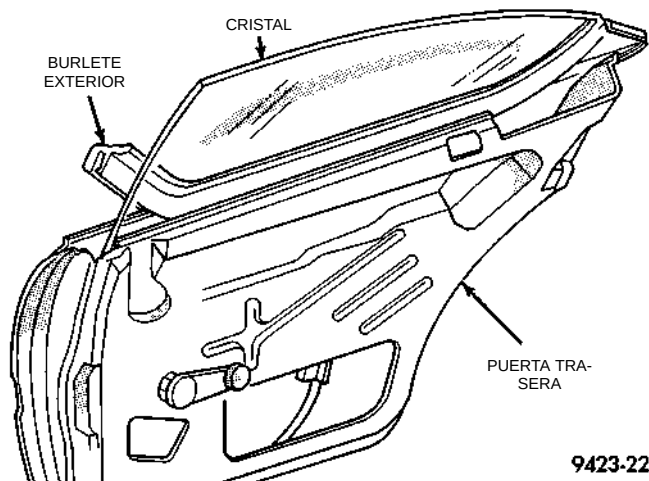

Fig. 34 Burlete exterior—característico
- (1) Abra el cristal de la puerta.
- (2) Tire hacia arriba del extremo posterior del burlete exterior.
- (3) Separe el burlete exterior del vehículo (Fig. 34).